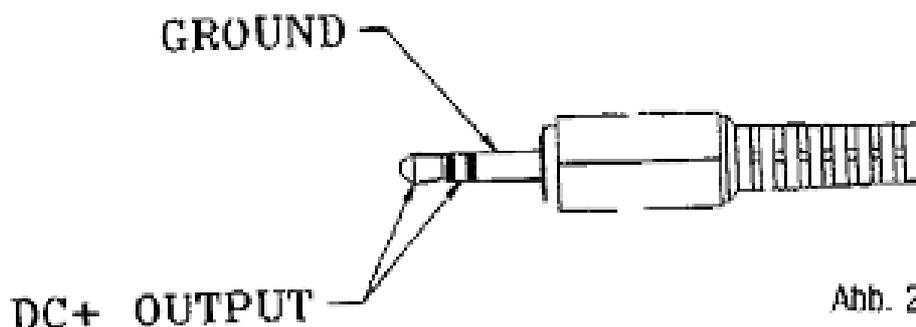

Abb. 2
8. **Ausgangsbuchse:** Klinkenbuchse zum Anschluss eines Schreibers für Langzeitmessungen. Am inneren Stiftkontakt liegt DC+ an, am äusseren Kontakt DC- (siehe Abb. 2).